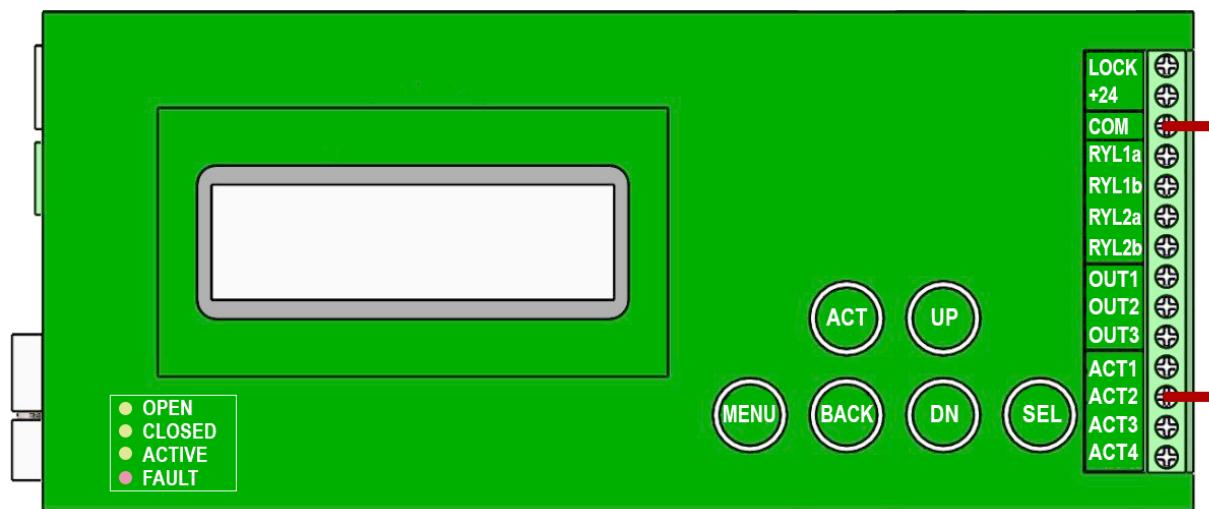

Figure 4-7 Câblage de précharge de la boîte de vitesses automatique (en option)
- Pour que le moteur précharge automatiquement la boîte de vitesses, ajoutez un fil de liaison entre les bornes COM et ACT2 de la carte de commande, comme le montre la figure 4-7.